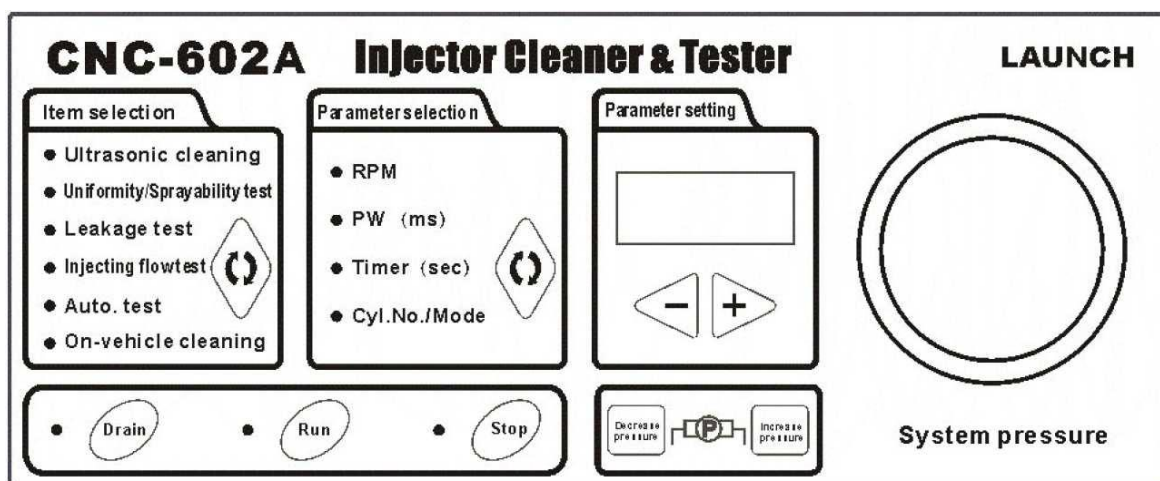

Рисунок 4.3 - Загальний вигляд панелі управління
6. Вибрати [Ultrasonic cleaning] на панелі керування за допомогою кнопки « $\uparrow\downarrow$ » (Рисунок 4.3). Вибрати [Timer] в колонці параметрів і встановити час очищення (значення за замовчуванням становить близько 10 хв). Натиснути кнопку [Run] для включення ультразвукового випромінювача.